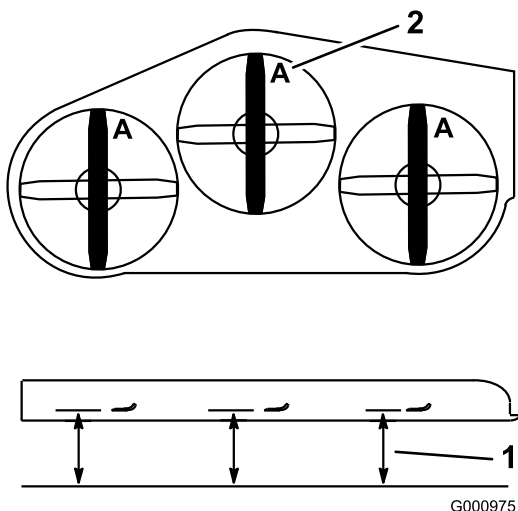

Figura 68
1. Gire las cuchillas hasta que los extremos estén orientados hacia adelante y hacia atrás (Figura 68). Mida desde una superficie nivelada hasta el filo de corte, posición A, de las cuchillas (Figura 68). Anote esta dimensión.